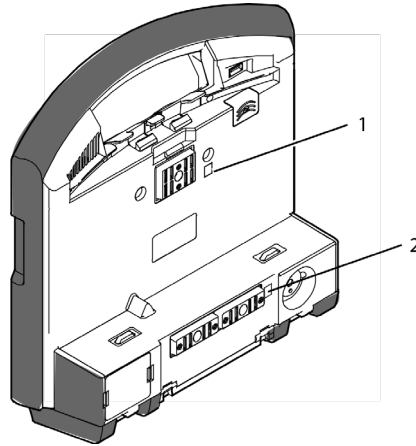

Bild 10-4 Monitoreinheit, Infrarotschnittstellen
6. Infrarotschnittstelle der Monitoreinheit mit einem Tuch abwischen (siehe Bild 10-4, Pos. 1 und Pos. 2).